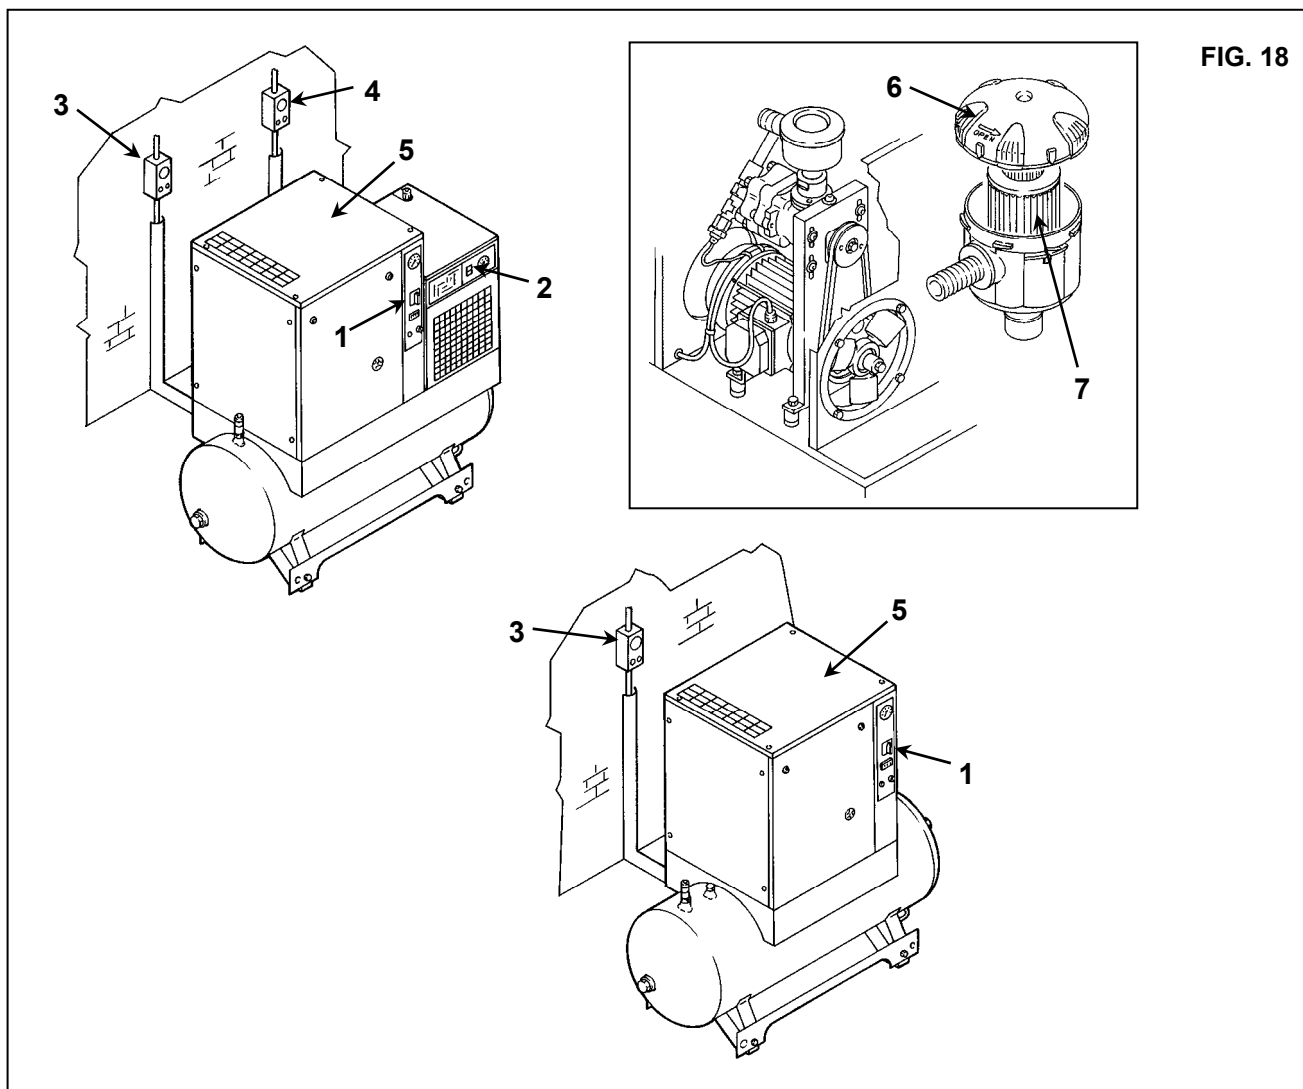

FIG. 18
- Parar a máquina colocando a chave seccionadora na posição "OFF" Ref. 1 Fig. 18.
- Apertar a chave de botão Ref. 2 Fig. 18 (no secador, se instalada)
- Ligar a chave de alimentação diferencial Ref. 3 (no compressor de parafuso) e Ref. 4 (no secador, se instalada) Fig. 18.
- Remover o dispositivo de proteção fixa (tampa da máquina) Ref. 5 Fig. 18.
- Remover a tampa Ref. 6 Fig. 18 (verificar a direção da seta).
- Remover o filtro Ref. 7 Fig. 18.
- Fechar novamente o dispositivo de proteção fixo (tampa da máquina) Ref. 5 Fig. 18, usando os parafusos de segurança apropriados.